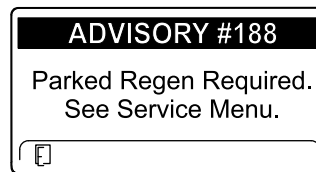

Figure 71
- Régénération en stationnement requise AVIS N° 188 (Figure 71)